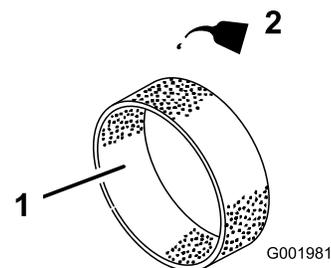

Figura 38
4. Coloque 30 a 59 ml de óleo no elemento (Figura 38).